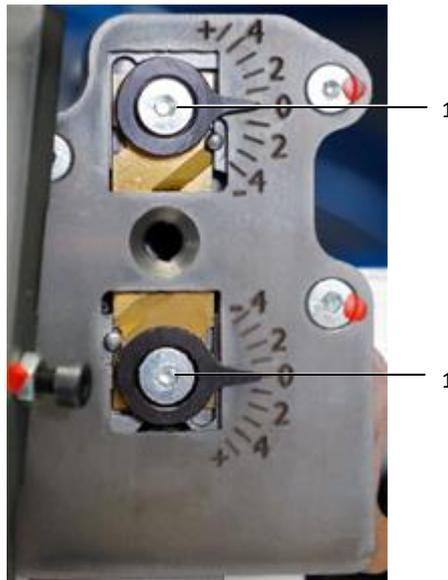

Abb. 6: Abisoliereinheit
- Lösen Sie beide Exzenter schrauben (Abb. 6, Pos. 1) (Innensechskantschlüssel 2,5 mm).